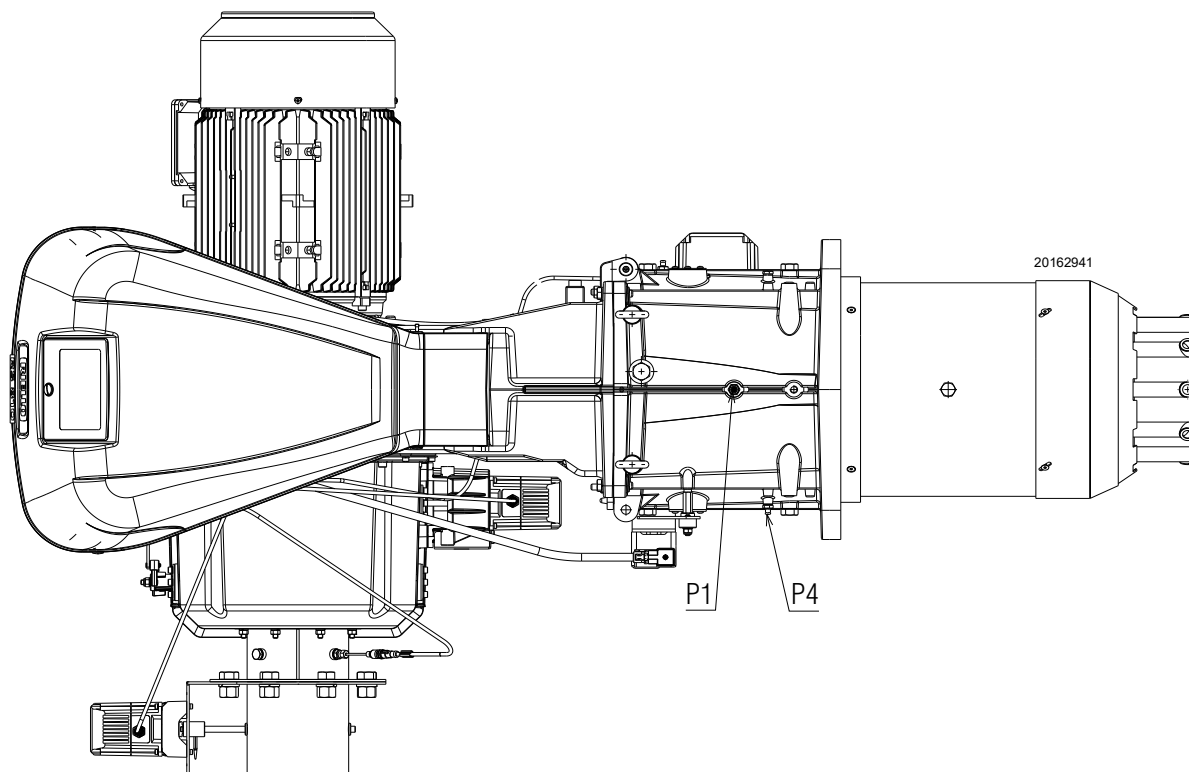

Fig. 20
Pression du gaz mesurée à la prise P1)(Fig. 20), avec :
- Soustraire de la pression du gaz à la prise P1)(Fig. 20) la pression dans la chambre de combustion.
$$\begin{aligned} \text{Pression du gaz à la prise P1)(Fig. 20)} &= 43.7 \text{ mbars} \\ \text{Pression chambre de combustion} &= 2 \text{ mbars} \\ 43.7 - 2 &= 41.7 \text{ mbars} \end{aligned}$$
Pour connaître la pression de gaz nécessaire sur la prise P1)(Fig. 20), une fois établie la puissance MAX. à laquelle on veut faire fonctionner le brûleur :
- Lire sur la droite, colonne 1, la pression à la prise P1)(Fig. 20).
pression nécessaire à la prise P1) (Fig. 20).